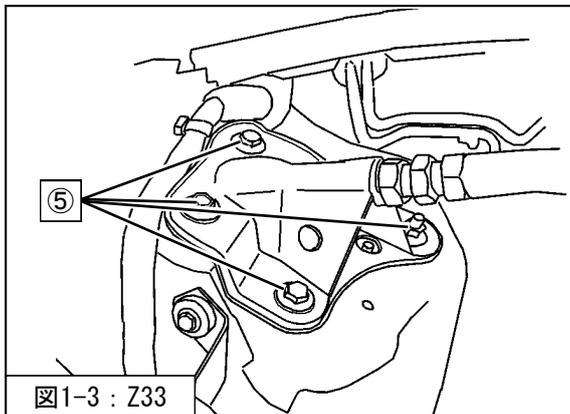

図1-3 : Z33
⑤タワーバー取付ナットを取外してください。(図1-3)
を取付けてください。(図1-3)